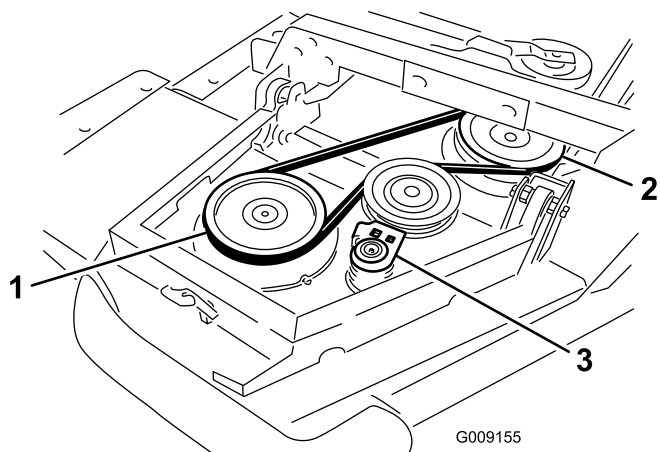

Figura 5
- A. Avviate la cinghia attorno alla puleggia del mandrino dell'aletta e alla puleggia del mandrino del piatto anteriore (**Figura 5**).
tendicinghia lontano dalle pulegge (**Figura 5**).